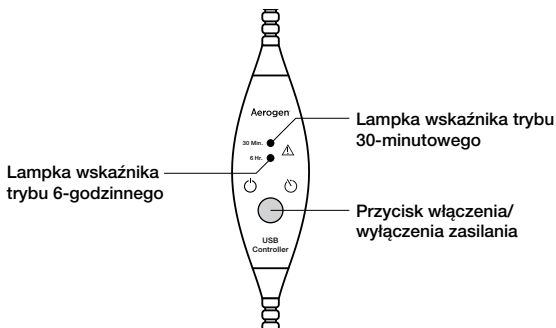

Rysunek 2. Technologia wibrującej siatki stosowana w urządzeniach Aerogen Palladium
- Nie należy naciskać wypukłej przystony znajdującej się w środkowej części nebulizatora (rysunek 2).